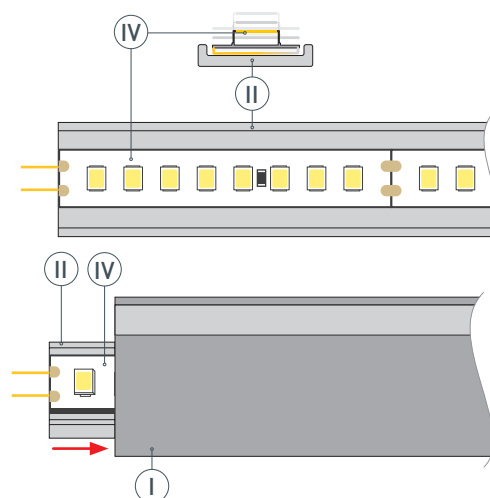

Рис. 2. Установка выдвижной пластины ② со светодиодной лентой ④ в профиль ①, вид сверху
Установите светодиодную ленту ④ на выдвижную пластину ②. Задвиньте выдвижную пластину ② обратно внутрь профиля ①, как показано на рис. 2.